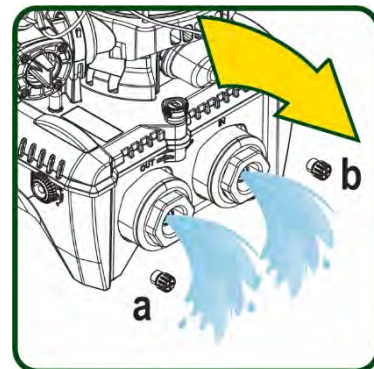

Рисунок 20
5. удалите обе дренажные заглушки на док-станции и вылейте через них оставшуюся внутри воду (около 11 литров); Рис. 20
- Снимите давление с участка установки бака (снимите с установки давление, закройте ближайший к насосу клапан, чтобы предотвратить освобождение всей установки на нагнетании, откройте дренажную заглушку на нагнетательном коллекторе насоса -Рис. 20А-, ускорьте дренаж воды, открутив заливную пробку в техническом отсеке для попадания внутрь воздуха)